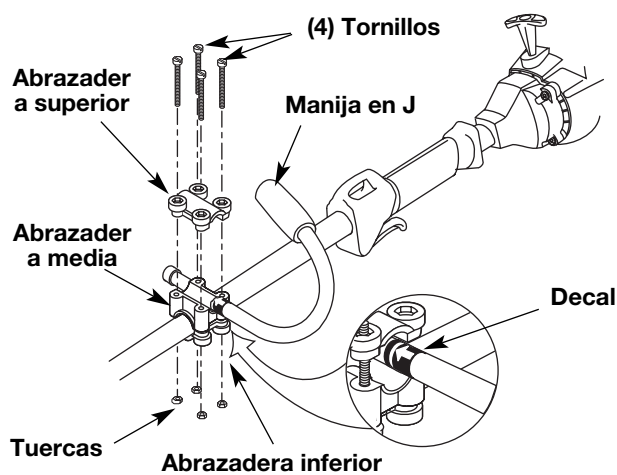

Figure 1
1. Coloque la manija en J entre la abrazadera superior y la abrazadera media (Fig. 1).
5. Deslice la manija en J hacia dentro o hacia fuera hasta que la flecha o línea blanca de la calcomanía toque el ensamble de abrazaderas (Fig. 1).